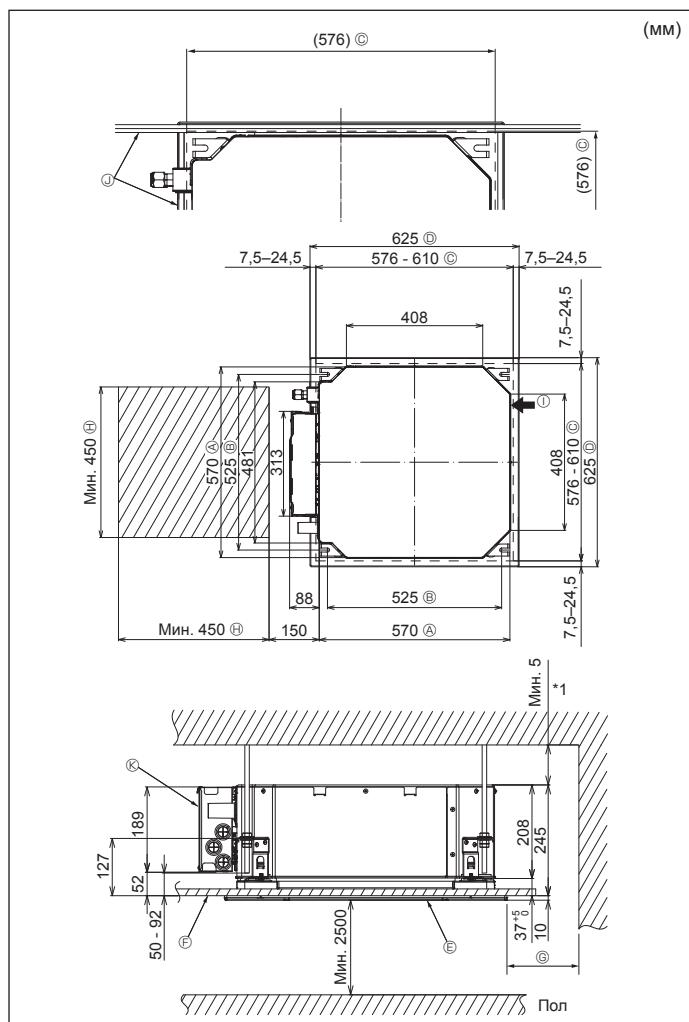

Fig. 4-2
②	Шайбы (с изоляцией)	4
③	Шайбы (без изоляции)	4
④	Покрытие трубы (для соединения трубопровода хладагента)
⑤	Небольшой диаметр (для жидкости)	1
⑥	Большой диаметр (для газа)	1
⑦	Лента (большая)	6
⑧	Лента (средняя)	2
⑨	Лента (маленькая)	2
⑩	Дренажное гнездо	1
⑪	Изоляция	1
4.2. Местоположения отверстий в потолке и подвесного болта (Fig. 4-2)